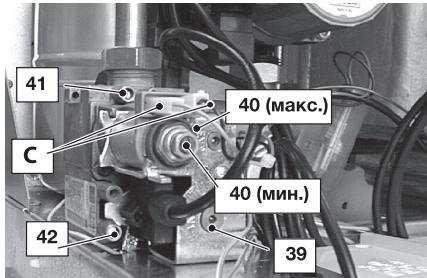

Рисунок 7.3
- Выключив котел (приведя его в нерабочее состояние), проверьте давление подачи газа при помощи отвода 42 (Рисунок 7.3) и сравните считанное значение со значениями, приведенными в таблице «Технические характеристики» в разделе "Номинальное давление газа", с. 22.
- Тщательно закройте отвод для замера давления 42 (см. Рисунок 7.3).
- Откройте отвод для замера давления 41 (Рисунок 7.3) и подключите манометр.
- Сравните значение измеренного давления со значениями, указанными в следующих таблицах. Для калибровки давления в горелке необходимо поворачивать большую шестиугольную латунную гайку модулирующего устройства 40 (макс.) (Рисунок 7.3) (давление увеличивается при повороте по часовой стрелке).
- Отсоедините один из двух проводов питания «С» модулирующего устройства 40. Внимательно следите за тем, чтобы не прикасаться к металлическим частям котла (Рисунок 7.3).
- Чтобы откалибровать давление в горелке,крутите пластиковый винт (40 (мин.), Рисунок 7.3), удерживая неподвижной большую шестиугольную латунную гайку (40 (макс.), Рисунок 7.3) модулирующего устройства (при вращении по часовой стрелке давление увеличивается).
Важно! Измерив давление газа, необходимо тщательно закрыть отводы, использованные для замера давления (41 и 42, Рисунок 7.3). После проведения всех операций по регулировке газа необходимо опломбировать регулировки клапана.
- Тщательно закройте отвод для замера давления 41 (Рисунок 7.3).